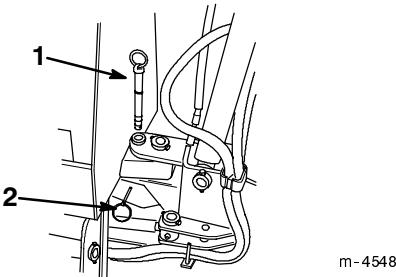

Abbildung 22
- Den Ausleger mit den beiden zuvor entfernten Stiften sichern (Abb. 22 und 23).